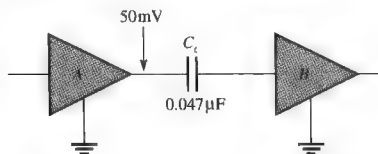

图 10-78
34. 图 10-78 中, 放大器 A 输出信号电压有效值为 50mV , 如果放大器 B 的输入电阻是 $10\text{k}\Omega$, 试问频率为 3kHz 时损失在耦合电容 (C_c) 上的信号有多大?